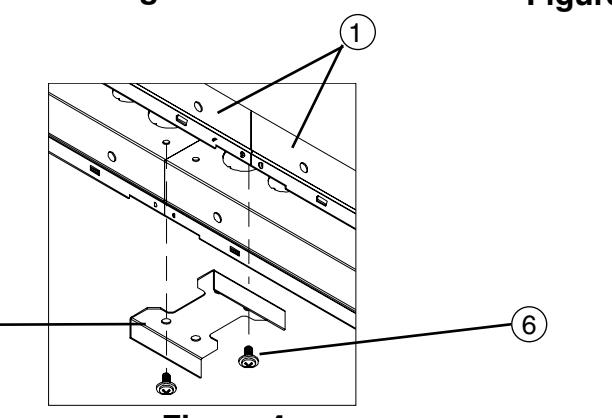

Figure 4
9. Remove endplate from Housing assembly (1) to install alignment bracket.
10. With fixtures installed end to end- install bracket (5) with two screws (6) provided. One screw per fixture as noted in **Fig. 4.**
10. Con los montajes instalados de extremo a extremo, instale la ménsula con los dos tornillos que se proporcionan; un tornillo por montaje, como se indica en la **Fig. 4.**